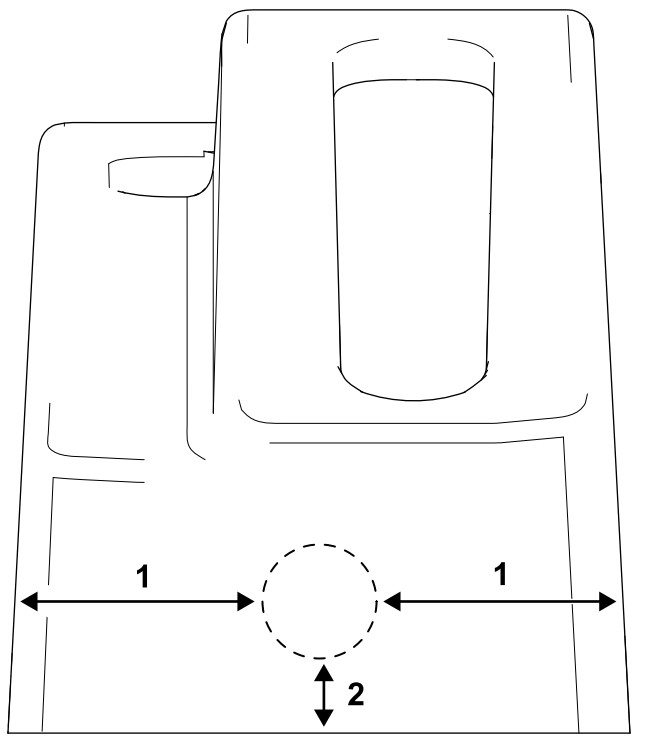

図 2
3. 図 2 のように、カバーの正面に直径 3 cm の穴を開ける。